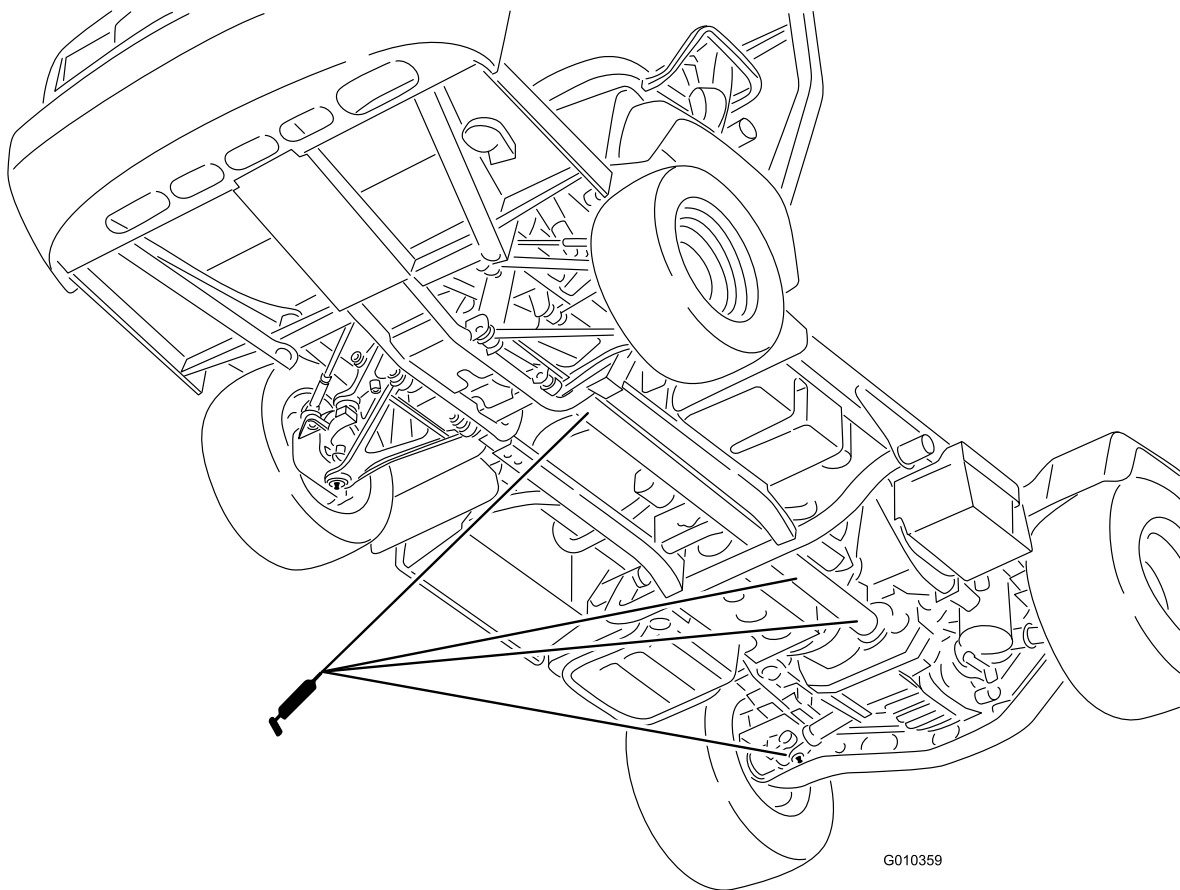

Figure 43
- Joint de cardan (18) et arbre de transmission aux 4 roues motrices (3), comme montré à la Figure 43